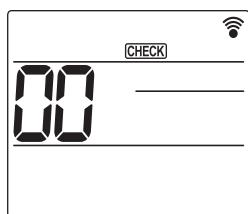

Fig. 6-7
- ① Tænd for strømmen til enheden mindst 12 timer før testkørslen.
- ② Tryk på **MENU**-knappen i 5 sekunder. (Fig. 6-7) (Udfør denne funktion, når fjernbetjeningens display er slukket).
- ③ Tryk på **MENU**-knappen.